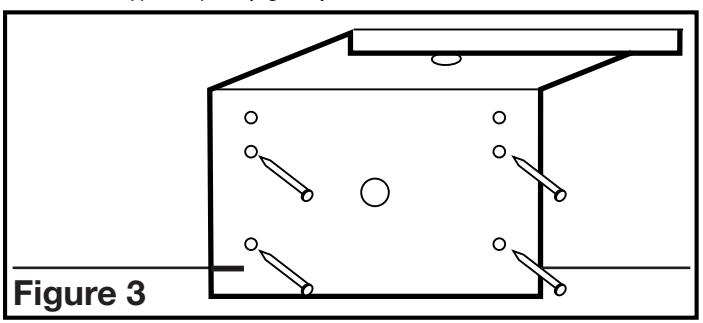

Figure 3
- En utilisant le guide sur le support de montage, aligner le support sur la solive pour que le dessous du ventilateur soit à effleurement avec le plafond fini. Clouer ou visser solidement le support en place (**Figure 3**).
- Aligner le support sur la solive de manière que le bas du ventilateur soit à effleurement avec le plafond fini. Clouer ou visser solidement le support à fixer par pression en place (**Figure 3**).